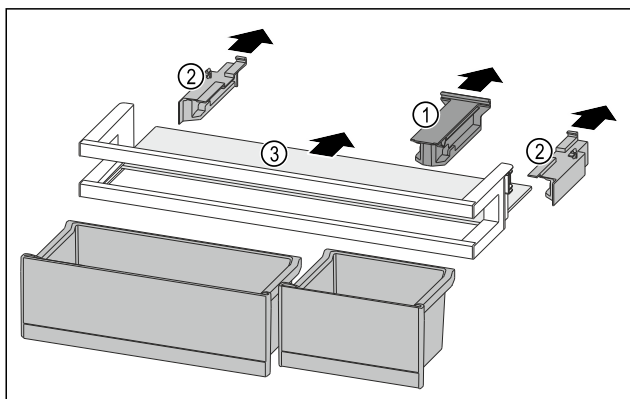

Fig. 85
- Изтеглете задържащата част Fig. 85 (1).
- Изтеглете страничните части Fig. 85 (2).
- Свалете рафта Fig. 85 (3).